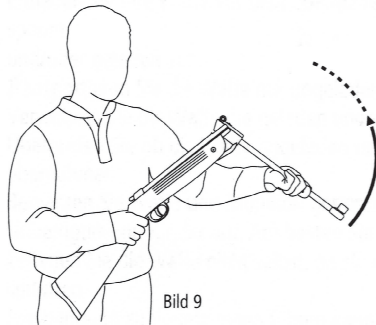

Bild 9
- Heben sie den Lauf nach dem Laden wieder an und schließen Sie die Waffe (Bild 9)